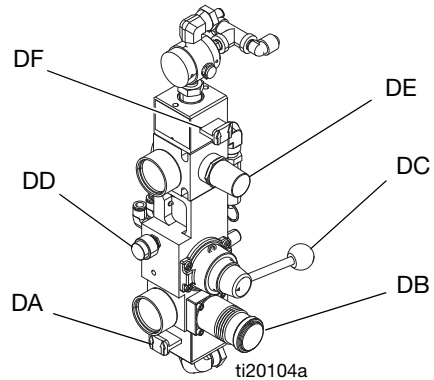

图 32: 供料泵控制
- 将主空气滑阀 (DA) 和空气马达滑阀 (DF) 滑到 OFF 位置。参见图 32。